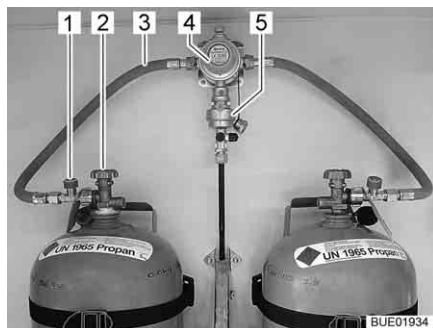
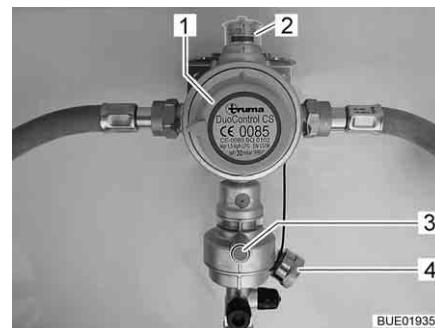

Fig. 77 Bombole del gas con DuoControl
Fig. 78 Impianto di regolazione DuoControl
L'impianto di regolazione DuoControl consiste in una valvola di commutazione (Fig. 77,4) e un sensore crash (Fig. 77,5). L'impianto di regolazione DuoControl è installato tra i tubi flessibili del gas (Fig. 77,3) con un dispositivo antirottura del tubo flessibile (Fig. 77,1). Con la manopola (Fig. 78,1) sulla valvola di commutazione è possibile stabilire quale delle bombole del gas viene utilizzata come bombola in uso e quale come bombola di riserva.
Nella finestra di controllo (Fig. 78,2) viene visualizzato lo stato del rifornimento di gas:
Il funzionamento con una sola bombola del gas è consentito, ma in questi casi il collegamento aperto deve essere assolutamente chiuso con una copertura cieca (Fig. 78,4).
Il sensore crash blocca l'alimentazione del gas in caso di forti vibrazioni (es. incidente). Il sensore crash viene azionato mediante pressione del tasto reset verde (Fig. 78,3).
Il dispositivo antirottura del tubo flessibile (Fig. 77,1) blocca il flusso di gas quando il tubo flessibile collegato si rompe. Il dispositivo antirottura del tubo flessibile deve essere attivato premendo il tasto verde.
Tramite la centralina di controllo (Fig. 79) è possibile attivare e disattivare l'alimentazione del gas tramite l'impianto di regolazione DuoControl. Le valvole principali di arresto (Fig. 77,2) delle bombole del gas e i rubinetti di arresto del gas degli apparecchi devono essere aperti manualmente.
- Con la manopola (Fig. 78,1) sulla valvola di commutazione selezionare la bombola del gas, da cui proviene la principale alimentazione del gas (bombola in uso). Girare la manopola fino all'arresto.
- Aprire le valvole principali di arresto (Fig. 77,2) delle bombole del gas.
- Premere il tasto verde del dispositivo antirottura del tubo flessibile (Fig. 77,1). Nella finestra di controllo (Fig. 78,2) viene visualizzato il simbolo verde.
- Chiudere le valvole principali di arresto (Fig. 77,2) delle bombole del gas.
Se la spia di controllo verde (Fig. 79,6) si spegne durante il funzionamento e la spia di controllo rossa (Fig. 79,5) si accende, significa che la bombola in uso è vuota e deve essere sostituita. Nella finestra di controllo (Fig. 78,2) viene visualizzato il simbolo rosso. La bombola di riserva continua ad alimentare le utenze a gas.
- Ruotare di mezzo giro la manopola (Fig. 78,1) in direzione della bombola del gas utilizzata. In questo modo questa bombola del gas ora è la bombola in uso, mentre la bombola del gas vuota diventa la bombola di riserva. Il simbolo nella finestra di controllo (Fig. 78,2) passa da rosso a verde.
- Chiudere la valvola principale di arresto (Fig. 77,2) della bombola del gas vuota. Osservare la direzione della freccia.
- Premere il tasto verde del dispositivo antirottura del tubo flessibile (Fig. 77,1).